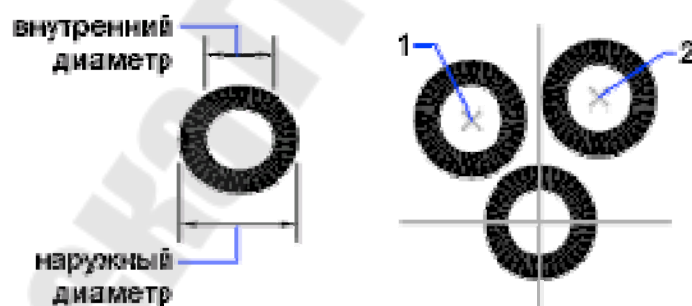

Рис. 3.65 Построение кольца с указанием внутреннего и внешнего диаметров (а) и центров (б)
Внешний диаметр кольца – задание внешнего диаметра (рисунок 3.65,а);
Центр кольца или [Выход] – определение местоположения кольца на основе его центральной точки. В каждой указанной точке (1), (2) и т.д. будут создаваться кольца (рисунок 3.65, б) до тех пор, пока для завершения выполнения команды не будет выполнена опция *Выход* или нажата клавиша **ENTER** вместо ввода координат.